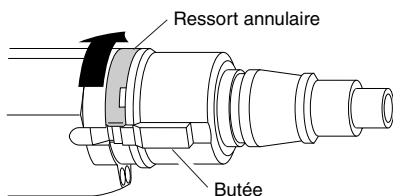

Figure 1 - Rotation du ressort annulaire pour exposer la butée
1. Au moyen d'un tournevis, soulever l'extrémité du ressort annulaire et le faire tourner jusqu'à ce que la butée soit visible (Figure 1).